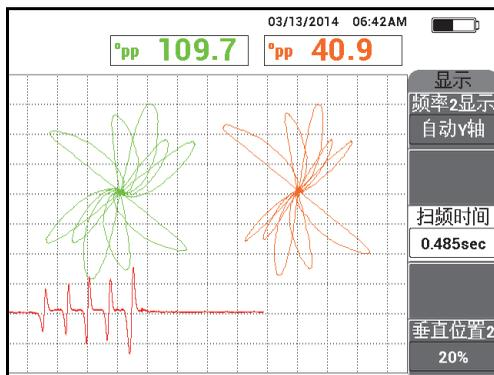

图 5-150 带状图显示
- 根据您的要求, 将显示参数更改为以带状图 (扫频) 方式显示频率 2, 方法是按下显示菜单键 (  ), 将**频率 2 显示** (功能键 A) 设为**自动 Y 轴** (参见第 217 页的图 5-150)。